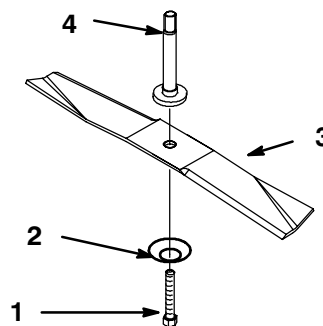

Figure 32
3. Tenir le bout de la lame à l'aide d'un chiffon ou d'un gant épais, et retirer le boulon, la rondelle Belleville et la lame (Fig. 32). Pour enlever le boulon, caler éventuellement la lame en introduisant une cale en bois entre la lame et le carter de tondeuse.
1. Tenir le bout de la lame à l'aide d'un chiffon ou d'un gant épais, et remonter la lame, la rondelle Belleville et le boulon (Fig. 32).